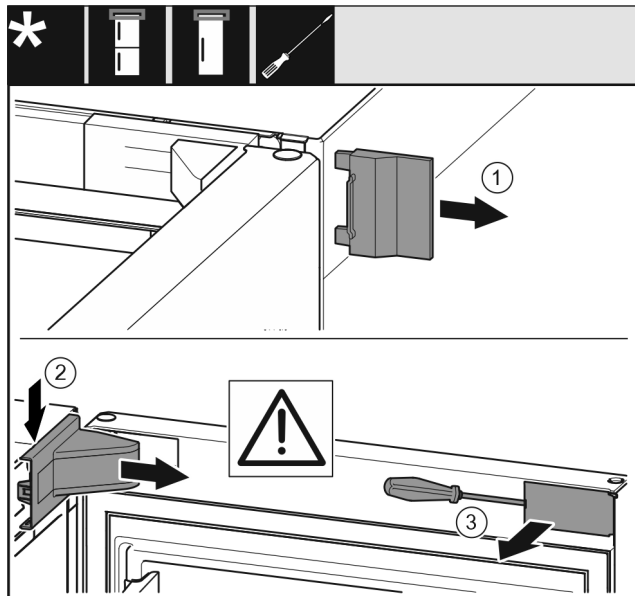

Fig. 14
- ▶ Detașați apărătoarea exterioară. Fig. 14 (1)
- ▶ Deblocați și defaceți apărătoarea suporturilor de lagăr. Detașați apărătoarea suporturilor de lagăr. Fig. 14 (2)
- ▶ Deblocați masca cu șurubelnița plată și pivotați-o în lateral. Fig. 14 (3)